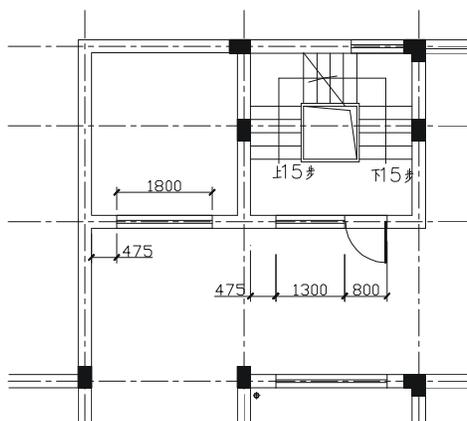

图 9-2-13
**STEP 04** 参照一层平面门窗的绘制方法，绘制门窗如图 9-2-13 所示。